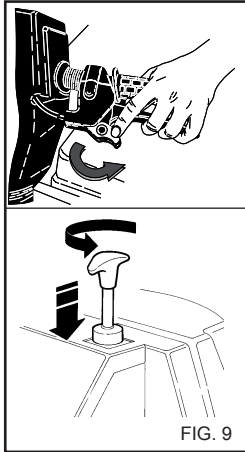

FIG. 9
- Отпустите стояночный тормоз (рис. 9).